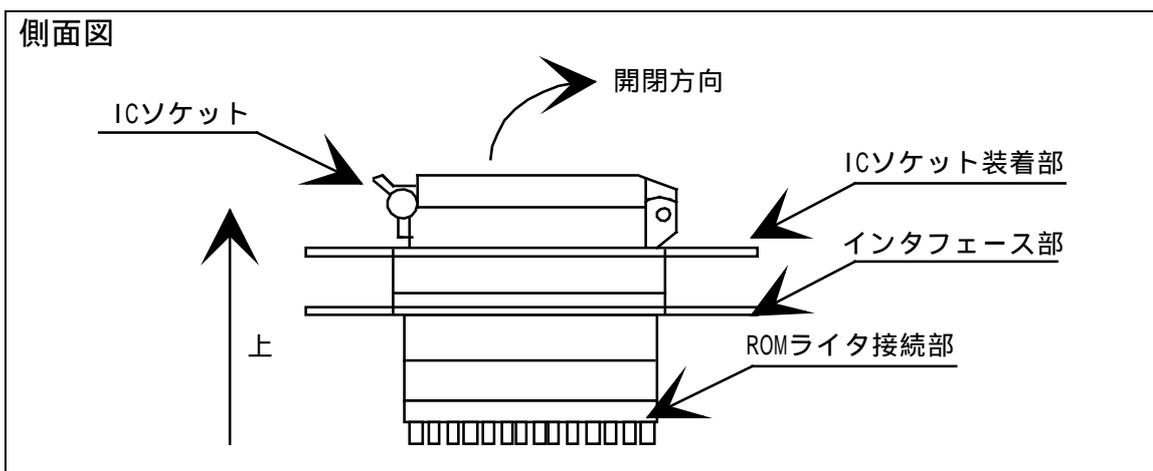

図 3.5 ソケット開閉時の状態
- ICソケットの開閉は、必ずICソケット実装面を上にして水平に近い状態で行ってください。斜めにしたり、横にしたりした状態で開閉されますと、ICソケットの内部が変形し、MCUと接触不良を起こす恐れがあります。ICソケット開閉時の状態図を図 3.5に示します。